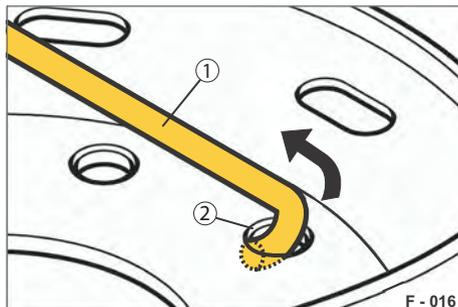

Abb. 30 Hakenschraube entnehmen
- ▶ Ziehen Sie die Hakenschrauben (Abb. 30/1) nach oben durch die Bolzenlöcher (Abb. 30/2) des Reserverades heraus.
- ▶ Führen Sie die Hakenschraube (Abb. 30/1) durch das Bolzenloch (Abb. 30/2) des Reserverades ein.